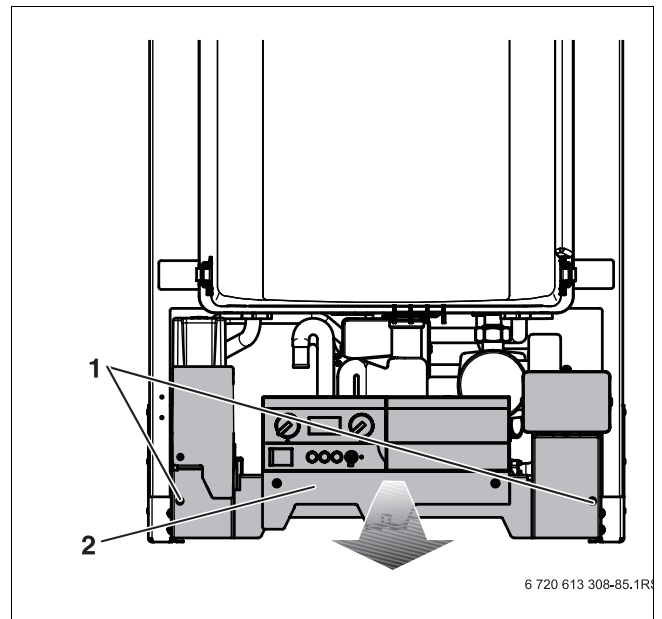

Bild 12 Bedienkonsole öffnen
- Sicherungsschrauben der Bedienkonsole lösen und Bedienkonsole nach vorne klappen (→ Bild 12, Seite 23).